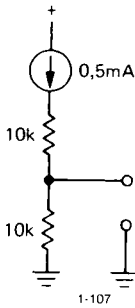

Figure 1.107
- (2) Trouvez l'équivalent de Thévenin du circuit de la figure 1.107. Est-ce le même que l'équivalent de Thévenin du circuit de l'exercice 1 ?